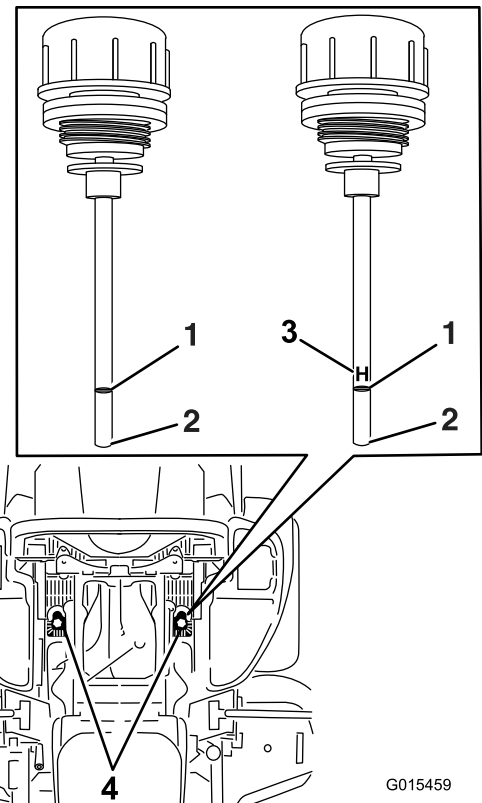

Bild 79
6. Reinigen Sie den Bereich um den Ölpeilstab der Hydraulikanlagenbehälter (Bild 79).
7. Nehmen Sie einen Peilstab aus dem Hydraulikbehälter heraus (Bild 79).
9. Ziehen Sie den Ölpeilstab heraus und schauen Sie das Ende an (Bild 79).